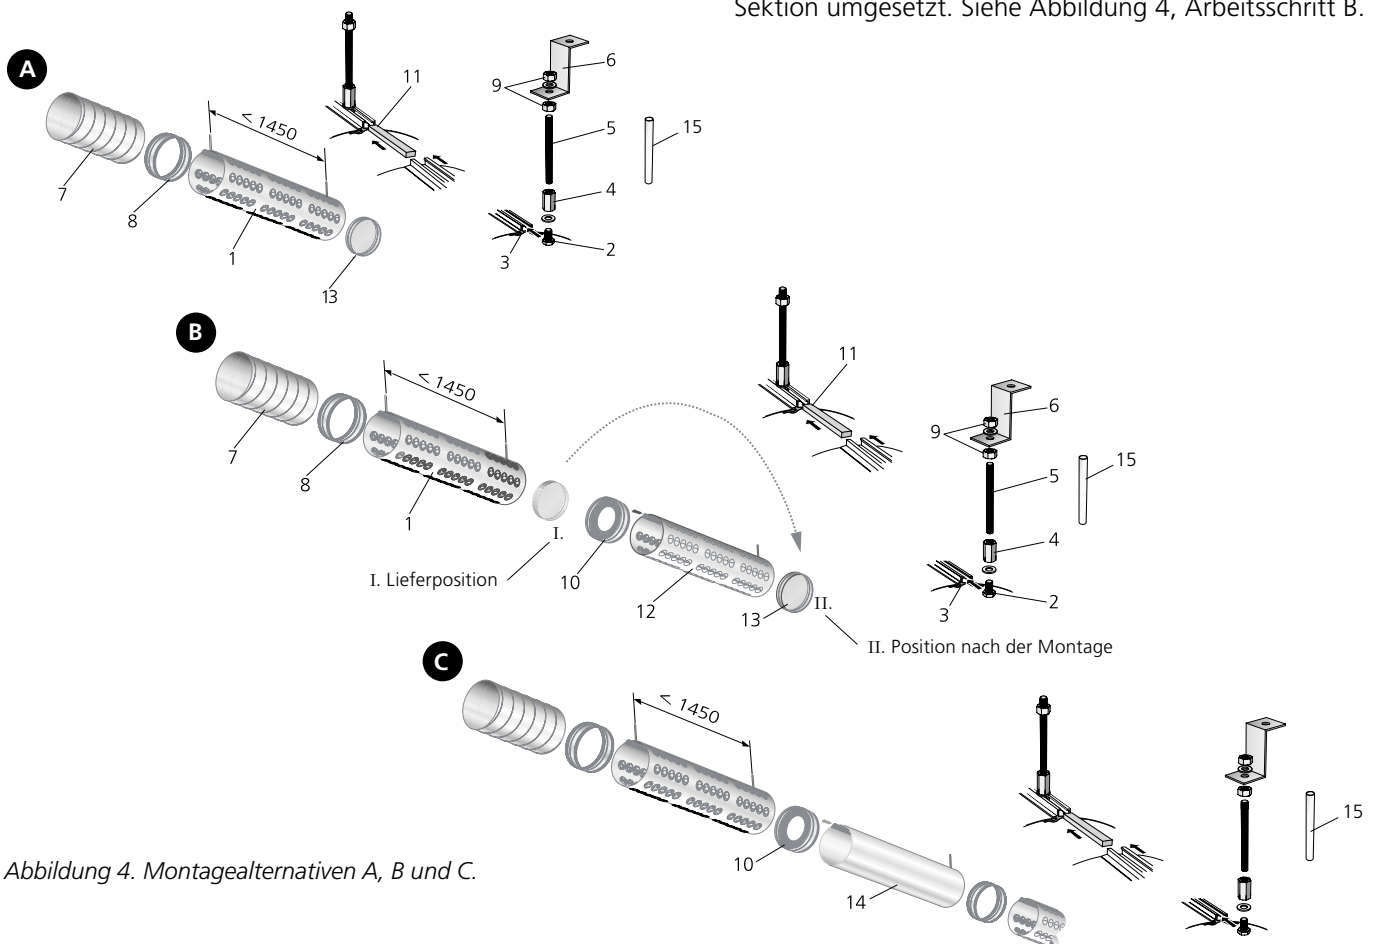

Abbildung 4. Montagealternativen A, B und C.
- Die Montage der inaktiven Kanalsektionen IBIS D (14) erfolgt auf die gleiche Weise wie die der Düsenkanalsektionen. Die beigefügten nippel (8) und Verteilungsnippel (10) sind zu verwenden.
- Bei allen Lieferungen ist der Abschlussdeckel (13) bereits in der ersten Sektion montiert. Dieser wird in allen Fällen mit Ausnahme der Länge 1500 zur letzten Sektion umgesetzt. Siehe Abbildung 4, Arbeitsschritt B.